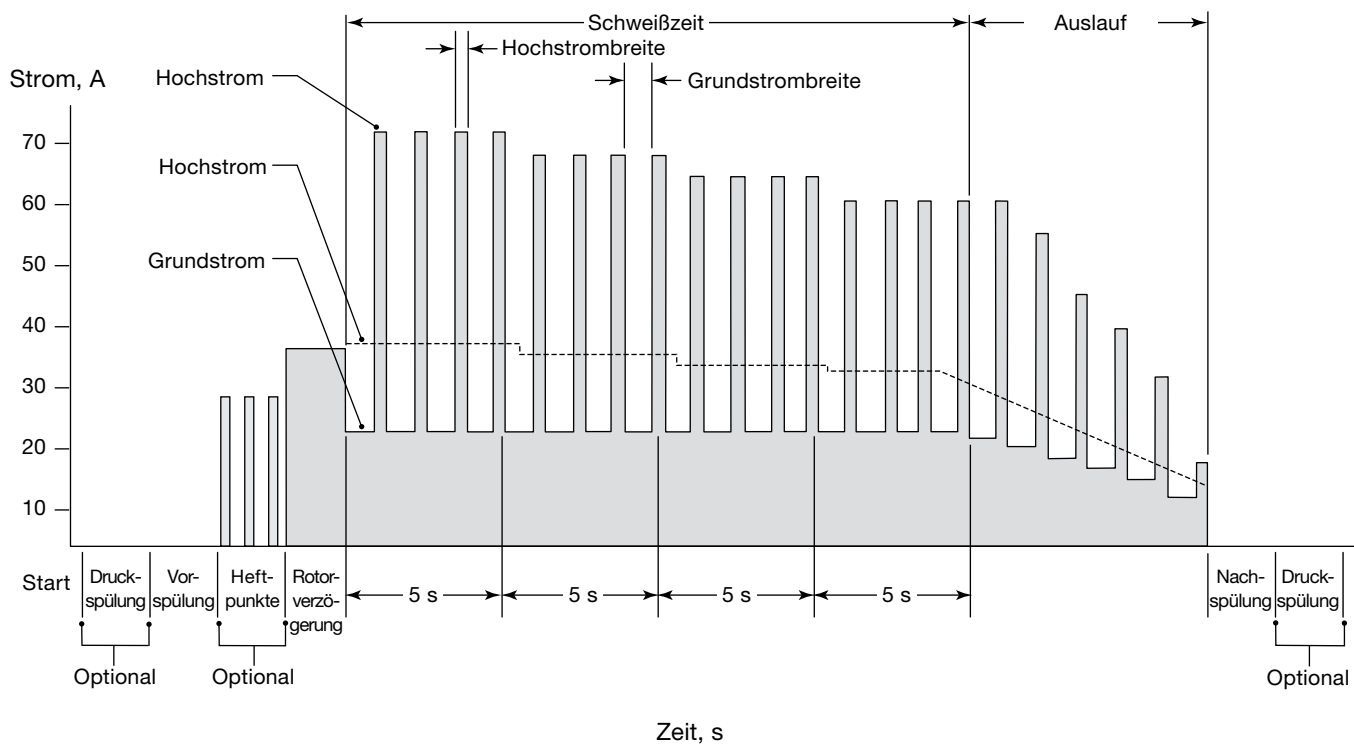

Abb. 56: Stromkurve bei Schweißungen mit mehreren Sektionen
Schweißparameter sind die Werte, aus denen ein Schweißprogramm erstellt wird. Die Form und Länge der Ausgangsstromkurve (grafische Darstellung des Schweißprogramms) wird durch die Schweißparametereinstellungen bestimmt. Abbildung 56 zeigt die Kurve, die bei der Verwendung typischer Parameter während einer Schweißung mit mehreren Sektionen generiert wird. Die Schweißparametereinstellungen lauten:
① Durch diesen Schritt und das Runden der Schweißzeit auf die nächste halbe Sekunde werden aufeinander folgende Perioden mit niedrigem Strompegel beim Übergang von einer Sektion zur nächsten verhindert. Dies würde als Auslassung zwischen Schweißsektionen erscheinen. Beachten Sie, dass jede Sektion in Abb. 56 auf Seite 52 mit der Grundstromperiode des Impulszyklus beginnt. Die Schweißzeit multipliziert mit der Pulsrate: